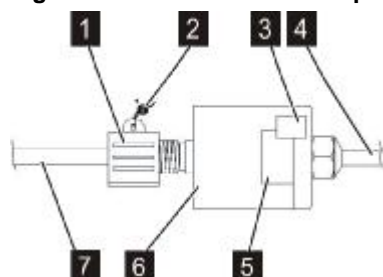

Fig. 13
1. Chiudere il raccordo (Fig. 13/7) tramite l'accessorio per la sigillatura (Fig. 13/1) sul sensore di pressione esterno (Fig. 13/6) con il cavo di collegamento all'EK280 (Fig. 13/4).
2. Far sigillare a un perito il collegamento con un filo e piombo (Fig. 13/2).